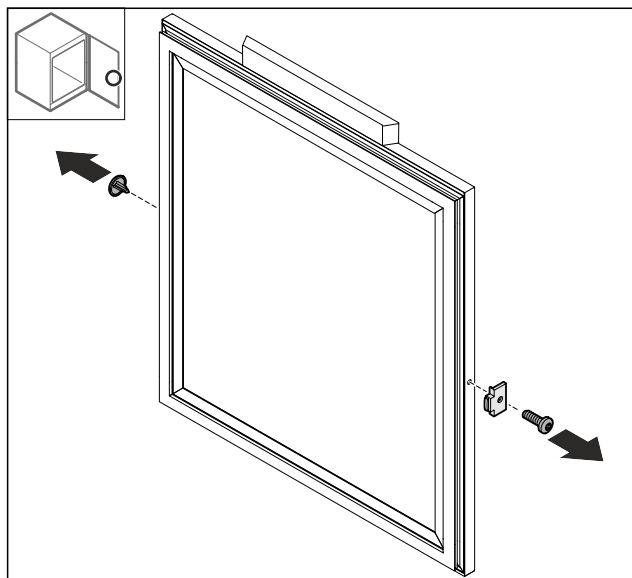

Fig. 73
- ▶ Távolítsa el a fedelet Fig. 73 (1).
- ▶ Az ajtóütközőt Fig. 73 (2) szerelje le.